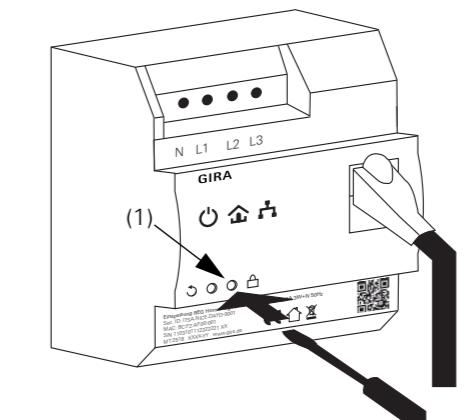

Abb. 4: Verschlüsselungstaster an der Einspeisung REG HomePlug AV
Nachdem die Einspeisung REG HomePlug AV und ein weiteres HomePlug AV-Gerät angeschlossen wurden, drücken Sie – innerhalb von 2 Minuten - beide Verschlüsselungstaster 1 Sekunde. Durch Drücken des Verschlüsselungstasters (Abb. 4, (1)) wird der Datenverkehr des HomePlug AV-Netzwerks mittels eines zufällig gewählten Codes gesichert.